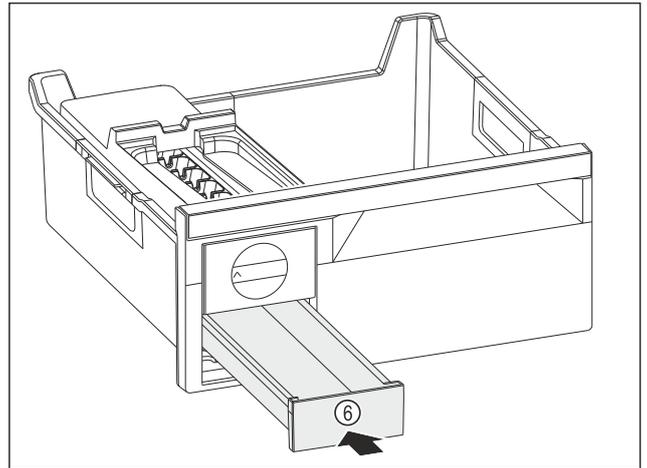

Fig. 81
- ▶ Insérer le compartiment à glaçons Fig. 81 (6).